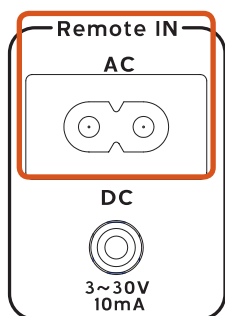

Fig. 3a
- A. Ligue a extremidade C8 (fig. 8 – fêmea) do cabo de controlo remoto AC fornecido na entrada que apresenta a indicação “ENTRADA remota AC” e que se encontra localizada na zona traseira da consola de alimentação. (Fig. 3a)